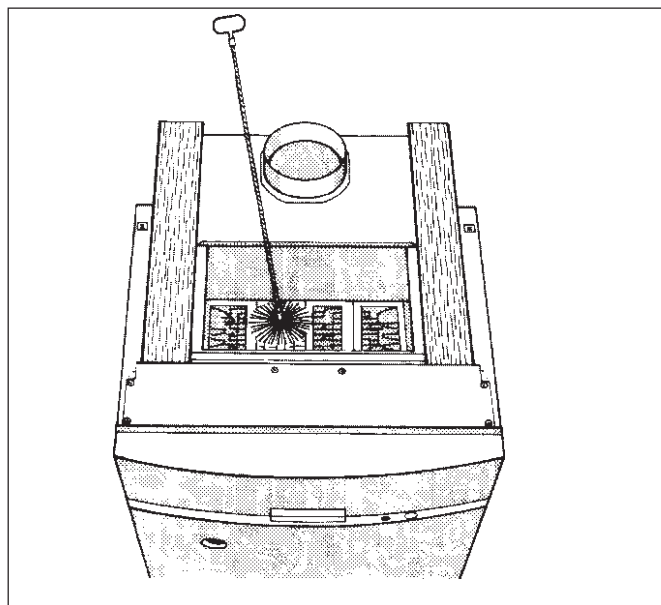

Abb. 30: Bürstenreinigung
- Heizgaszüge durchbürsten (Abb. 30).
- Bei starker Verkrustung Heizgaszüge durchbürsten (Abb. 30).